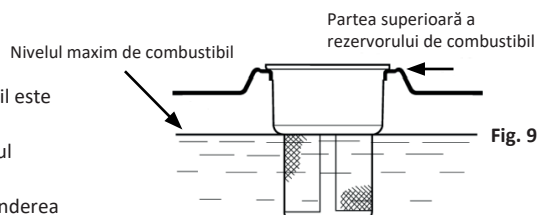

Fig. 9
**Umplerea rezervorului și verificarea nivelului de combustibil (Fig. 9)**